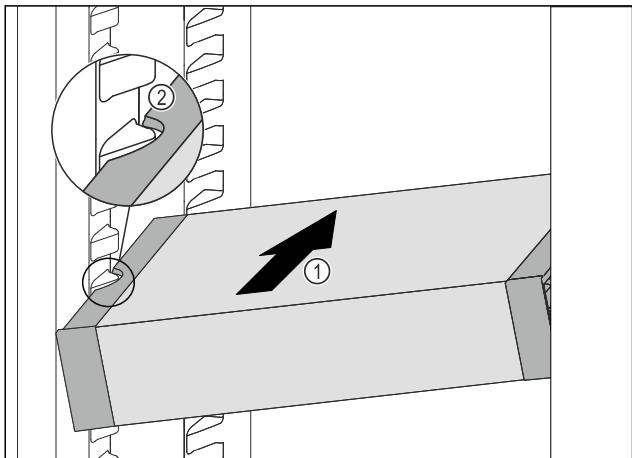

Fig. 129
- ▶ Вкарайте VarioSafe под ъгъл в хладилната част Fig. 129 (1), докато страничните прорези Fig. 129 (2) на VarioSafe се намират на височината на реброто на съда в хладилната част.